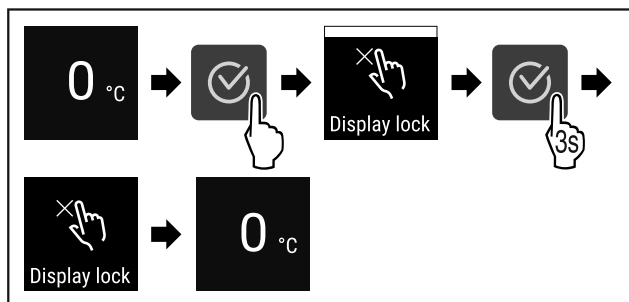

Fig. 77
- ▶ Proved'te akční kroky (viz Fig. 77).